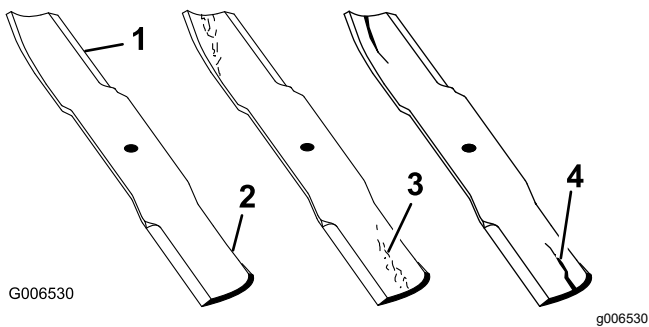

Figura 64
1. Inspeccione los filos de corte (Figura 64).
4. Si observa fisuras, desgaste o la formación de una ranura en esta zona, instale de inmediato una cuchilla nueva (Figura 64).